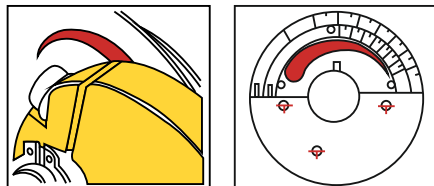

Рисунок 3. Установка дебалансов (эксцентриков)
- Установите дебалансы (эксцентрики) на необходимое значение (Рис.3).